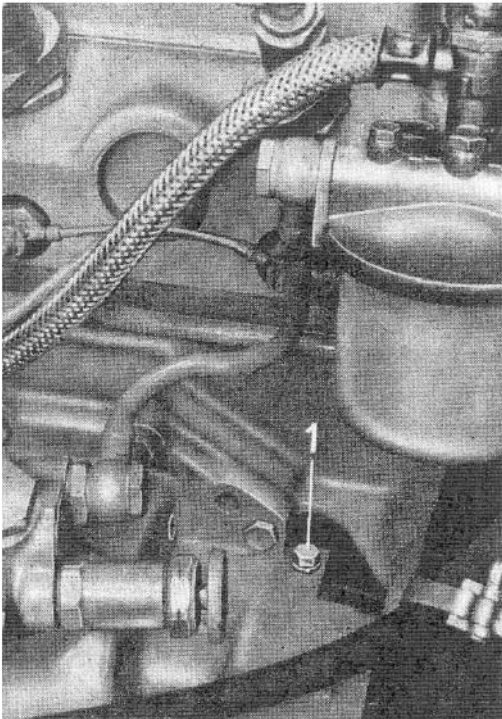

Bild 18. Öl in Ölpumpe füllen
2. **Bei überholten oder fabrikneuen Motoren bzw. nach einer Reparatur an der Ölpumpe oder Demontage des Antriebsgehäuses ist vor der Inbetriebnahme Öl in die Pumpe (50 cm³) zu füllen, damit diese beim Start sofort ansaugt (Bild 18). Ein Nichtbeachten kann zu großen Schäden an den Lagern führen.**